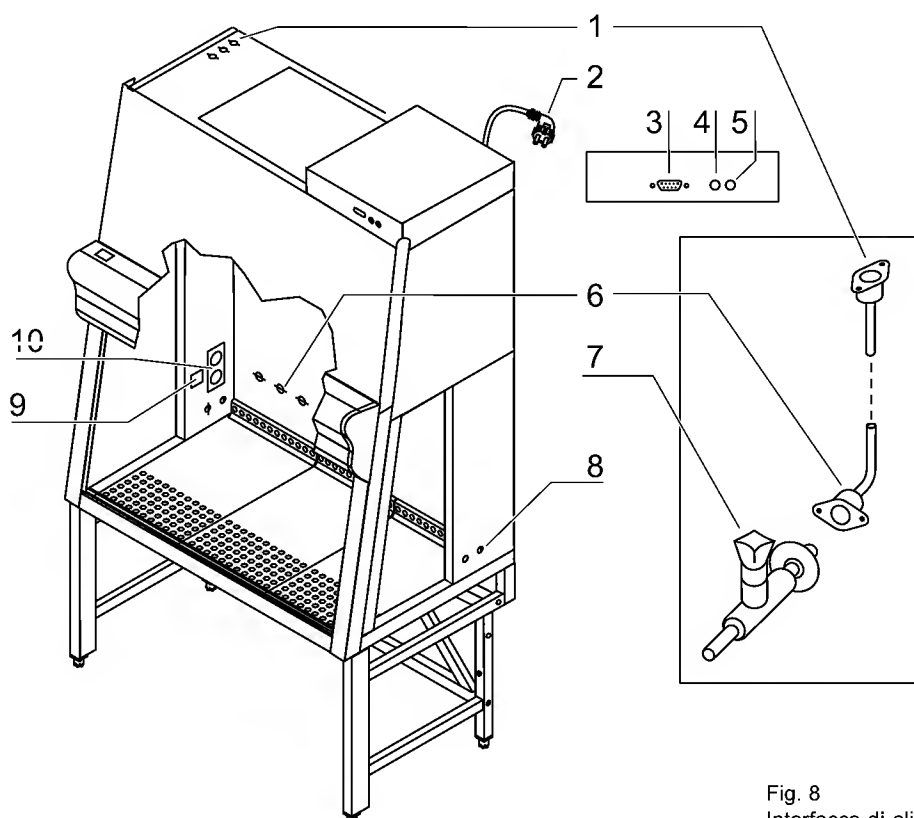

Fig. 8
**Fig. 8:** Le prese per l'alimentazione elettrica [10] interna dell'apparecchio nonché i passanti per cavi [8] e tubi flessibili, posti su entrambi i lati fanno parte dell'attrezzatura standard. Tutti gli altri allacciamenti d'alimentazione sono opzionali e possono essere installati anche in un momento successivo.